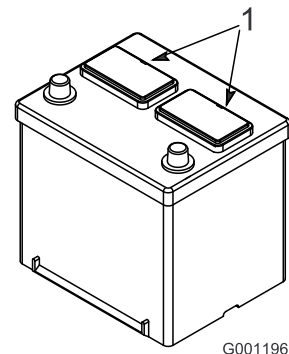

Bild 17
2. Reinigen Sie die Oberseite der Batterie und nehmen Sie die Entlüftungsdeckel ab (Bild 17).